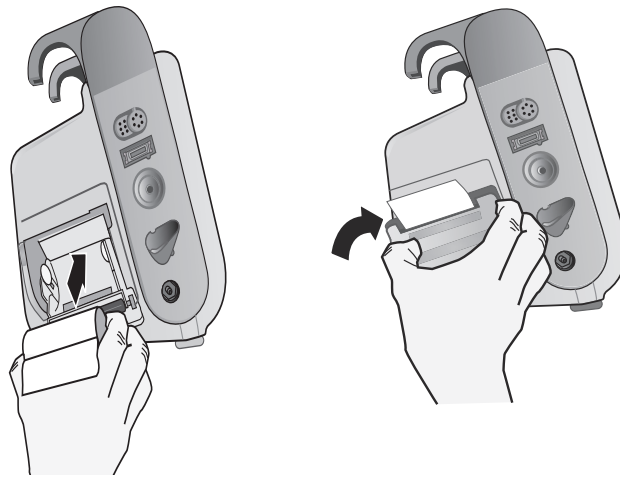

Abbildung 24-2. Einlegen des Papiers und Schließen der Druckerklappe
- Legen Sie das Papier wieder in das Gerät ein und schließen Sie die Klappe (siehe Abb. 24-2).